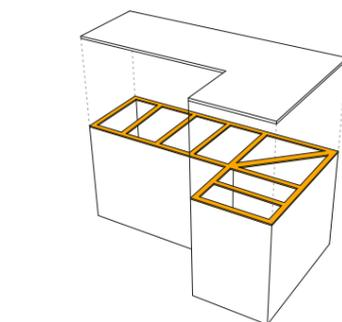
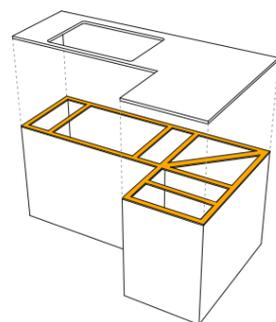

fig. 3
fig. 4
- **12 mm e 20 mm:** è possibile utilizzare una struttura a doghe con traversi uniformemente distribuiti su tutto il perimetro (fig. 3). Nell'eventualità in cui il countertop preveda uno o più fori, è doveroso conferire ulteriori rinforzi alle parti maggiormente sollecitate (fig. 4).